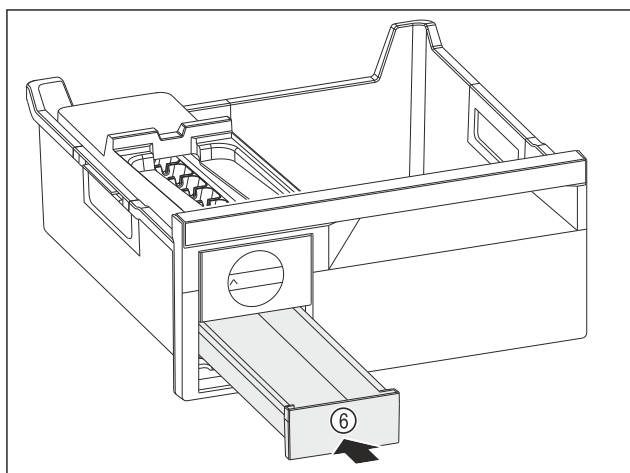

Fig. 176
- Lükake jääkuubikusahtel Fig. 176 (6) sisse.